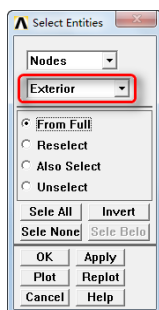

图 8-67 “Select Entities”对话框
①依次选择 Utility Menu→Select→Everything。
②依次选择 Utility Menu→Select→Entities, 会弹出“Select Entities”对话框。在第一个下拉框中选择“Nodes”, 在第二个下拉框中选择 Exterior, 在第三个单选框中选择“From Full”, 如图 8-67 所示, 单击“OK”按钮关闭对话框。
④依次选择 Utility Menu→Select→Entities, 会弹出“Select Entities”对话框, 如图 8-67 所示。在第一个下拉框中选择“Lines”, 在第二个下拉框中选择“By Num/pick”, 在第三个单选框中选择“From Full”。单击“OK”按钮会弹出“Select Lines”对话框, 用鼠标选择腔体左边的线段, 单击“OK”按钮关闭该对话框。
⑤依次选择 Utility Menu→Select→Entities, 会弹出“Select Entities”对话框, 如图 8-67 所示。在第一个下拉框中选择“Nodes”, 在第二个下拉框中选择“Attached to”, 在第三个单选框中选择“Lines, all”, 在第四个单选框中选择“From Full”, 单击“OK”按钮关闭该对话框。
⑦依次选择 Utility Menu→Select→Entities，会弹出“Select Entities”对话框，如图 8-67 所示。在第一个下拉框中选择 Lines，在第二个下拉框中选择“By Num/pick”，在第三个单选框中选择“From Full”。单击“OK”按钮会弹出“Select Lines”对话框，用鼠标选择腔体右边的线段，单击“OK”按钮关闭该对话框。
⑧依次选择 Utility Menu→Select→Entities，会弹出“Select Entities”对话框，如图 8-67 所示。在第一个下拉框中选择“Nodes”，在第二个下拉框中选择“Attached to”，在第三个单选框中选择“Lines, all”，在第四个单选框中选择“From Full”，单击“OK”按钮关闭该对话框。